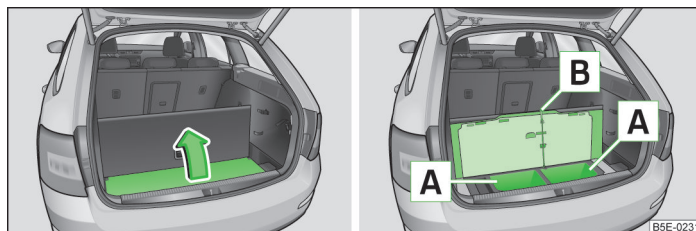

Fig. 90 Lever le revêtement de plancher / Compartiments de rangement sous le revêtement de plancher
- Relevez le revêtement de plancher dans le sens de la flèche » fig. 90.